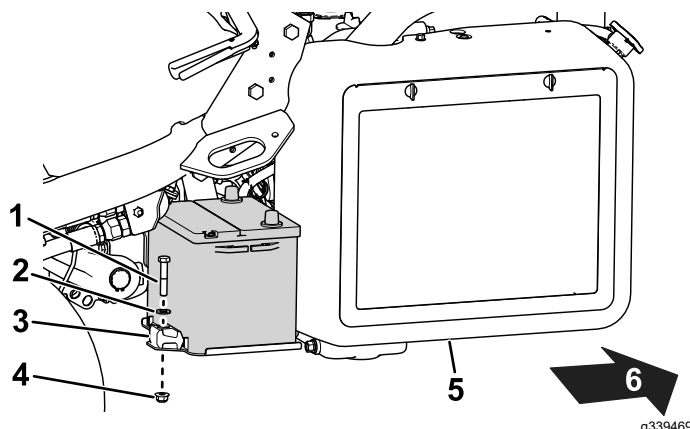

Figura 42
2. Retire las fijaciones que sujetan la batería a la bandeja (Figura 42) y levante la batería para sacarla.
5. Coloque la batería en la bandeja y sujétela con las varillas y las fijaciones que retiró anteriormente (Figura 42).